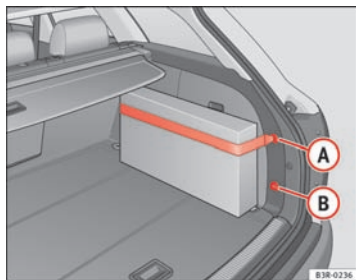

Fig. 119 Sangle de fixation sur le revêtement droit du coffre à bagages
- Accrochez la sangle à la fixation **A** ou **B** ⇒ fig. 119.